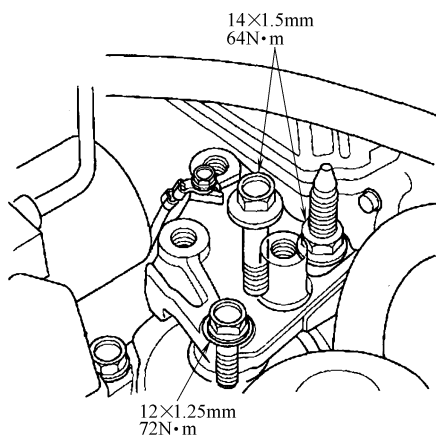

图 23-149 紧固发动机侧面固定螺栓和螺母
- 27) 按照图 23-149 所示，紧固发动机侧面固定螺栓和螺母。